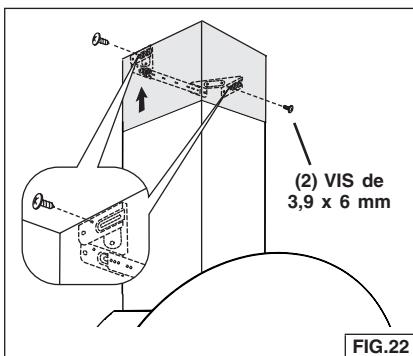

FIG.22
24. Installez le conduit décoratif supérieur et inférieur sur la hotte. Engagez les ergots du conduit inférieur dans les fentes du dessus de la hotte. Fig. 22.
25. Fixez le conduit supérieur à la bride de montage avec (2) vis de 3,9 x 6 mm.